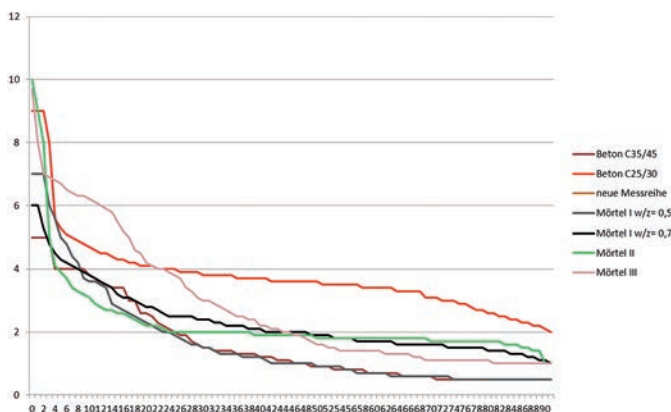

Bild 1 Grafik Baustoffkennwert
- Indirekte Bestimmung durch Messung der Feuchtigkeit des Ankopfmörtels der Sensorik bei der Instandsetzung von Bauwerken (Bild 1)